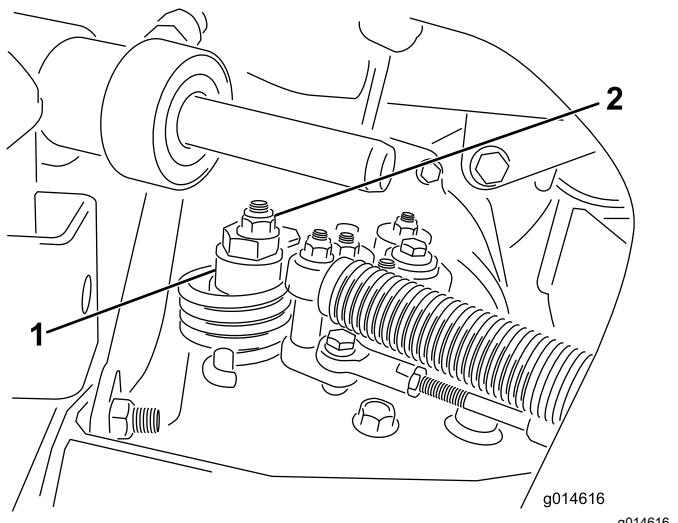

Figure 32
- A. Desserrez l'écrou de fixation de l'excentrique en haut de l'hydrostat (Figure 32).
2. Tournez l'excentrique jusqu'à ce que la roue ne tourne plus dans aucune direction. Lorsque la roue arrête de tourner, serrez l'écrou pour bloquer l'excentrique et le réglage (Figure 32). Vérifiez le réglage avec la commande d'accélérateur en position BAS RÉGIME, puis HAUT RÉGIME.